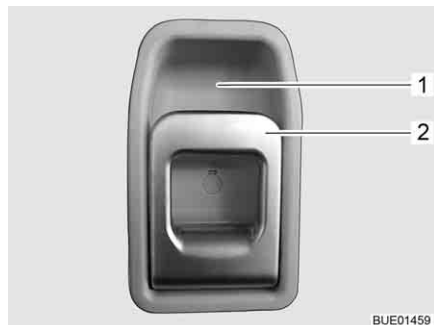

Fig. 59 Serratura della porta di ingresso, lato interno
- Tirare la maniglia (Fig. 59,2). La serratura della porta si sblocca.
- Premere la maniglia (Fig. 59,2) in alto verso l'impugnatura (Fig. 59,1).